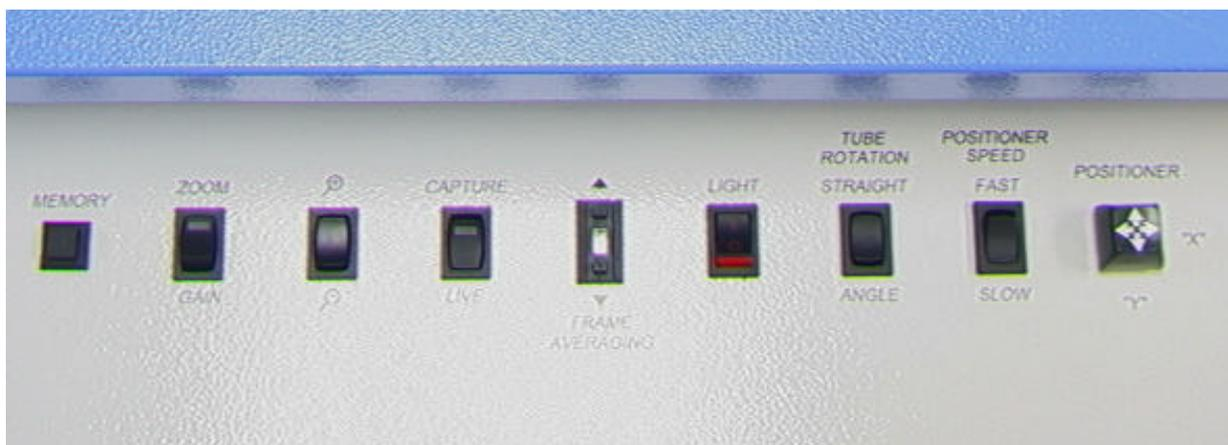

Figura 3: Panel de control del XR 4000
1. La cámara se controla con el botón y los dos interruptores instalados en el panel de control del XR 4000. Consulte la figura 3.
La cámara funciona tanto en modo de control ZOOM como en modo de control GAIN; seleccionable mediante el interruptor oscilante del panel de control. Vea la figura 3. Para ajustar el aumento de imagen, sitúe el interruptor de mando en ZOOM. El interruptor oscilante +/- controla el aumento de la cámara. Pulse el lado + de dicho interruptor para incrementar el aumento. Pulse el lado - de dicho interruptor para reducir el aumento.
El RTVA se puede ajustar mediante el interruptor instalado en la parte frontal marcado "FRAME AVERAGING". Vea la figura 3. Ajusta la cantidad de cuadros que el RTVA promedia antes de enviar la señal de vídeo al monitor. Cuando utilice el interruptor, tenga en cuenta los siguientes valores de promedio de cuadros:
El procesador de imágenes RTVA también cuenta con una función "CAPTURE" diseñada para capturar la imagen actual. Para utilizar esta opción, sólo tiene que situar el selector CAPTURE/LIVE instalado en la parte frontal en la posición "Capture". Vea la figura 3. Para volver al modo operativo normal, sitúe el selector de nuevo en la posición "LIVE".